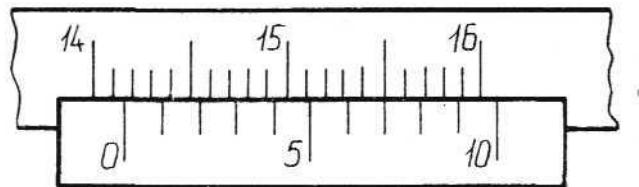

Рисунок 1.1 – Нониус
*Линейным нониусом* называется маленькая линейка с делениями, которая может скользить вдоль большой линейки также с делениями, называемой *масштабом* (рисунок 1.1).